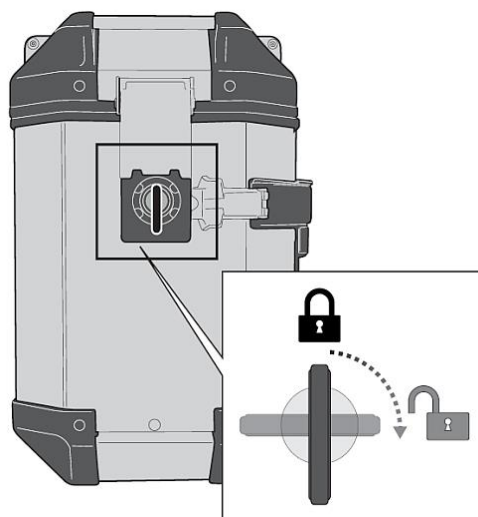

図 A1
1. ①OBK モノキーサイドケースのキーシリンダーに②セキュリティロックキーを奥までしっかりと挿し込み、鍵を右（3 時方向）に回してロック解除します。（図 A1 参照）
1. 「A. ケースの蓋を開ける（通常開口）」手順 1～3 と同じ手順で蓋のロックを解除し、①OBK モノキーサイドケースの蓋が開く状態にします。（図 A1～2 参照）